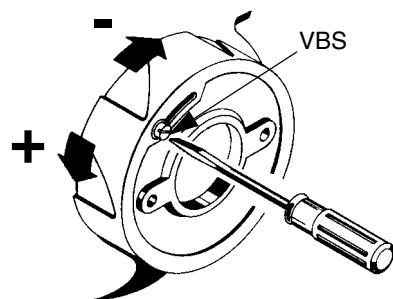

Рис. 12
- 11 Проверяя постоянно анализы выбросов, отрегулировать расход воздуха, воздействуя на винт VBS (Рис. 12); закручивать его для уменьшения расхода и откручивать - для увеличения.